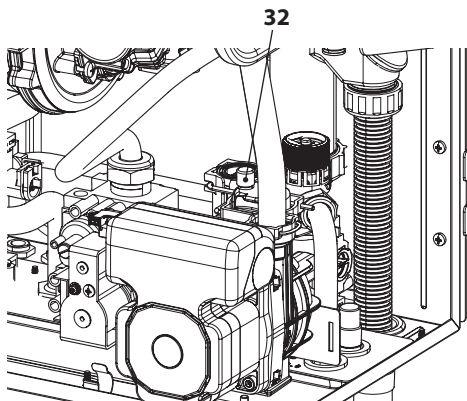
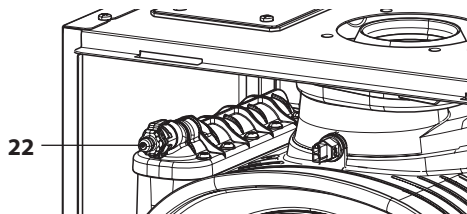

Figura 9.10
Figura 9.11
- Per facilitare lo svuotamento, alzare il tappo 32 della valvola di sfiato automatica in Figura 9.10 e allentare il raccordo di sfiato scambiatore primario condensante 22 in Figura 9.11..